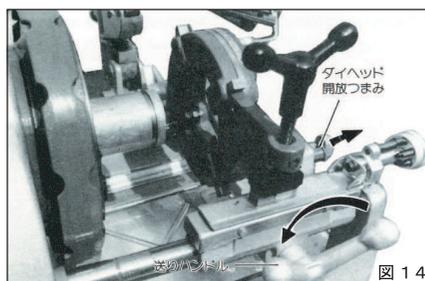

図 14
⑥ダイヘッドからパイプを取り外すには、送りハンドルを左に回してダイヘッドからパイプを外します。次にダイヘッド開放つまみを矢印の方向に引いてダイヘッドを起こし、パイプをマシンから取り外してください。(図14)